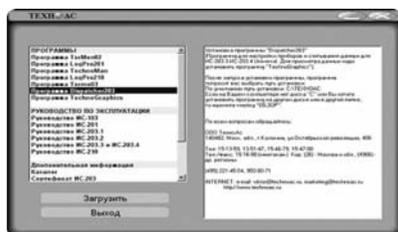

Рис.2
3.1 Вставить диск с программным обеспечением, поставляемый в комплекте с прибором, в CDROM компьютера и запустить файл AutoRun.exe из корневой директории диска. Откроется окно, показанное на рис. 2.